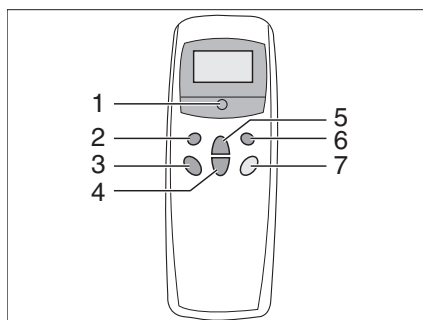

Fig. 121 Télécommande
La climatisation est montée sur le toit du véhicule. La télécommande (Fig. 121) pour la climatisation se trouve dans le coin cuisine.
- Enclencher la télécommande avec l'interrupteur (Fig. 121,5).
- Régler le mode de fonctionnement désiré avec la touche (Fig. 121,1).
- Si nécessaire, régler avec les touches (Fig. 121,3 et 4) la puissance du ventilateur et la température ambiante désirées.
- Pour la mise hors service, appuyer à nouveau sur la touche (Fig. 121,5) de la télécommande.